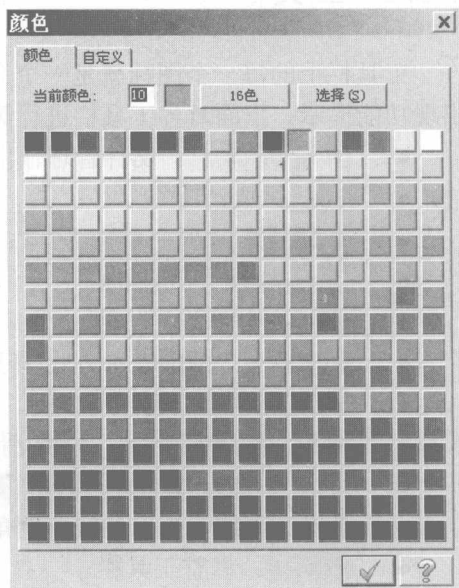

图 1.15 “颜色”对话框
- **10**：颜色设置，单击该按钮弹出如图 1.15 所示的“颜色”对话框，双击其中一颜色或选中颜色后单击 ☒ 按钮即可。